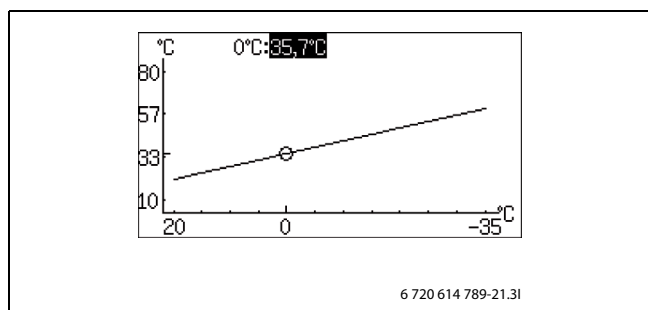

Fig. 52
- ▶ Drej knappen, når firkanten er markeret, indtil 0°C er markeret (→ fig. 52).